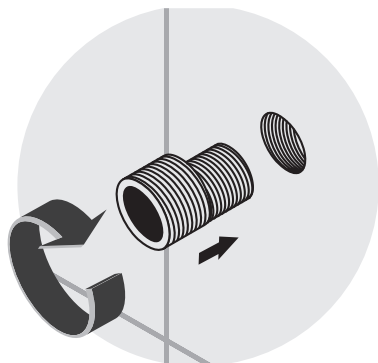

Рис.2
5.2. Произведите монтаж эксцентриков при помощи шестигранного ключа №12 в водорозетки (рис. 2) и выставите их на необходимом расстоянии. Со стороны резьбы эксцентрика G 1/2" используйте материалы для герметизации резьбовых соединений.